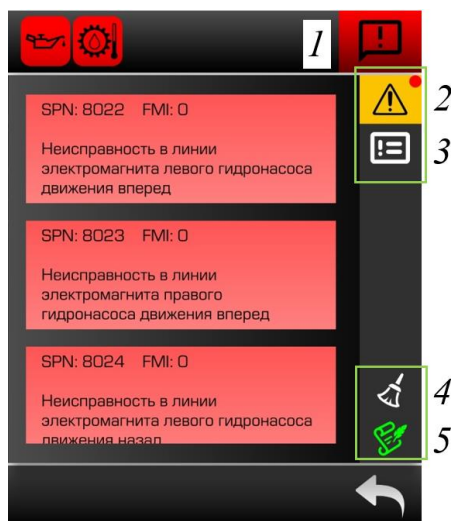

Рисунок 5.126. Сообщения об ошибках
- ▶ Нажать кнопку «Сообщения об ошибках», поз. 1, рис. 5.126.
- ▶ Убедиться в отсутствии активных ошибок контроллера ГСТ и контроллера ДВС в «Листе ошибок» (поз. 2, рис. 5.126). В случае их возникновения, способы устранения смотреть в п. 4 НЕИСПРАВНОСТИ В РАБОТЕ и Руководство по эксплуатации двигателя.
- ▶ Проверить «Лист уведомлений» (поз. 3, рис. 5.126).
- ▶ Выбрать требуемый раздел сообщений «Лист ошибок» (поз. 2) или «Лист уведомлений» (поз. 3), рис. 5.126.